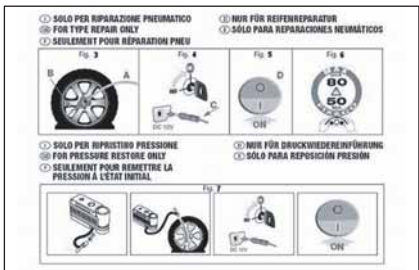

fig. 14
- un dépliant d'information (voir **fig. 14**), utilisé pour une utilisation correcte du kit de réparation rapide puis, remis au personnel qui doit manier le pneu traité avec le kit de réparation des pneus